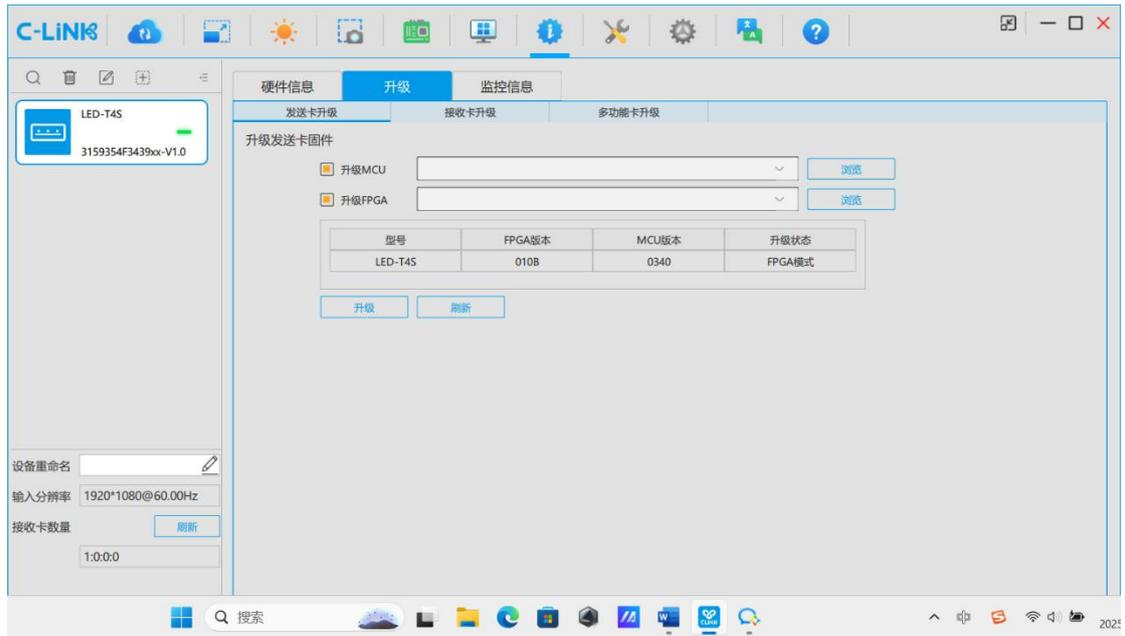

图 13-2 升级发送卡
- 步骤 1 在“硬件信息”对话框中，选择“出厂设置发送卡升级”页签, 例图 13-2。